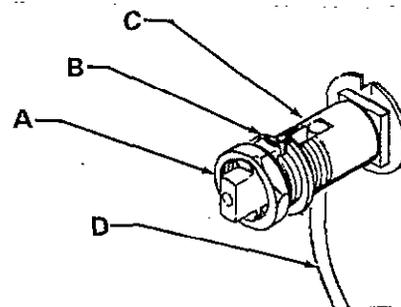

Fig. 1
Per la messa a terra del motore pneumatico: allentare il controdado (A) e la rondella (B) del manicotto di messa a terra. Inserire l'estremità del cavo della messa a terra (D) che abbia una sezione di almeno 1,5 mm2 (12 ga) nella scanalatura (C) del capocorda e stringere con forza il controdado. Vedere Fig. 1.